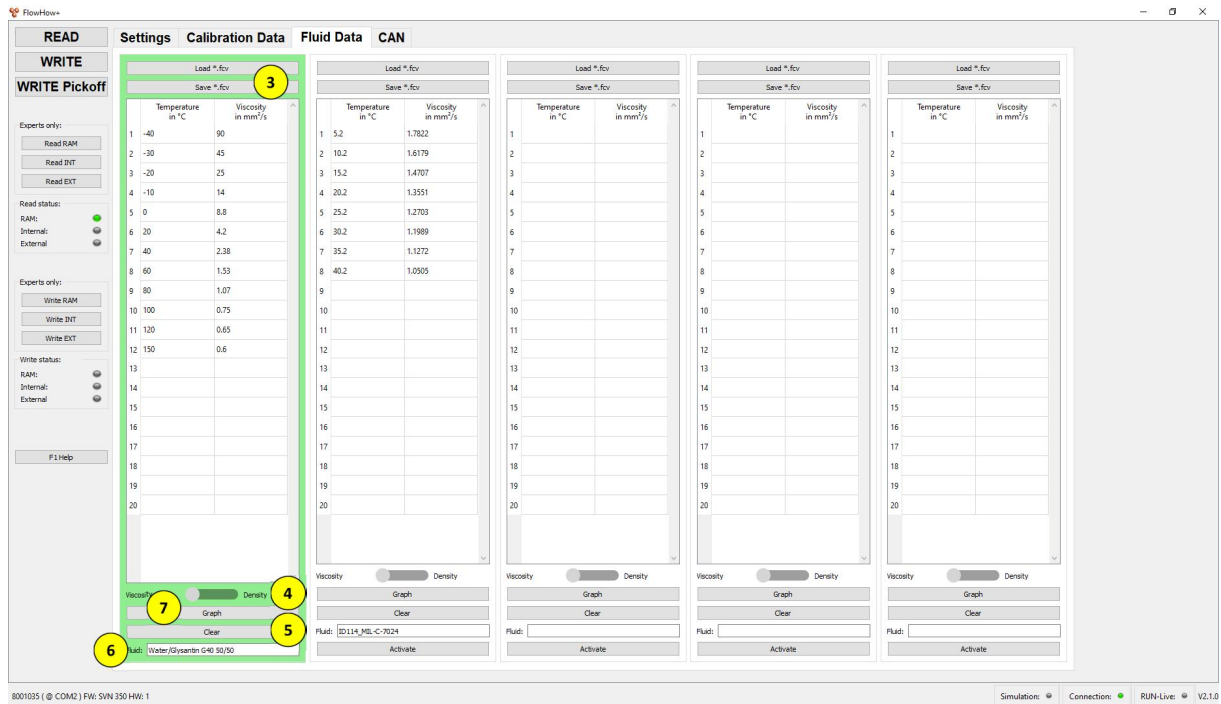

Abb. 15 Flüssigkeitsdaten wurden geladen
Die Tabelle wird im Anschluss automatisch befüllt. [Abb. 15]
Eine manuelle Eingabe der Daten mit anschließender Speicherung als \*.fvc-Datei (3) ist ebenfalls möglich. [Abb. 15]
- Wechsel zwischen Viskositäts- und Dichtedaten (4) [Abb. 15]
- Löschen der Tabellendaten (5) [Abb. 15]
- Optionale Hinterlegung einer persönlichen Notiz (6) [Abb. 15]
- Aufrufen der Viskositäts- bzw. Dichtekurve (7) [Abb. 15]